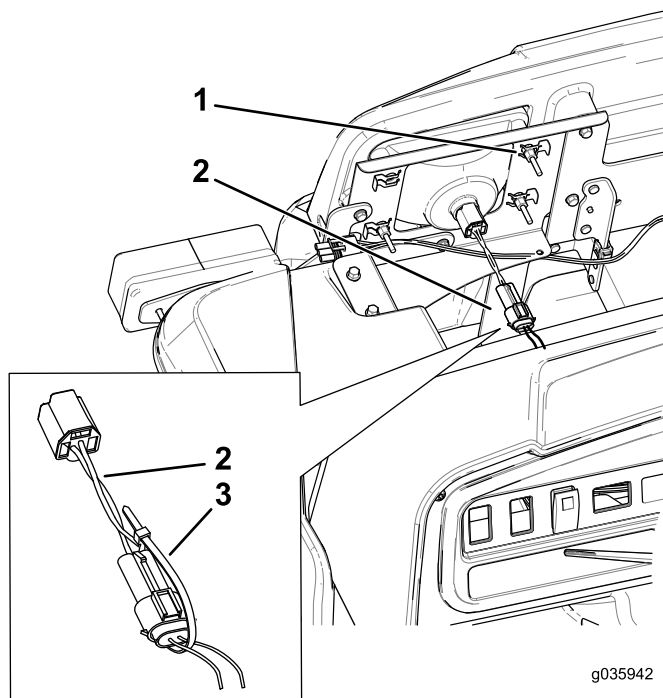

Figura 3
4. Fixe o conector elétrico no adaptador do farol ao conector elétrico da cablagem da máquina com as braçadeiras de cabos (Figura 3).